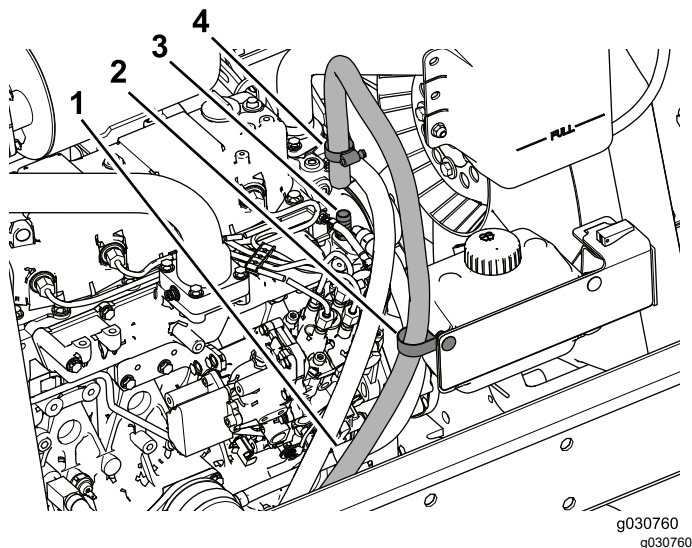

Рисунок 37
6. Наденьте шланговый хомут на возвратный шланг, затем наденьте шланг на штуцер (3/8 NPT x 0,625 [ступенчатая поверхность]), как показано на Рисунок 37.